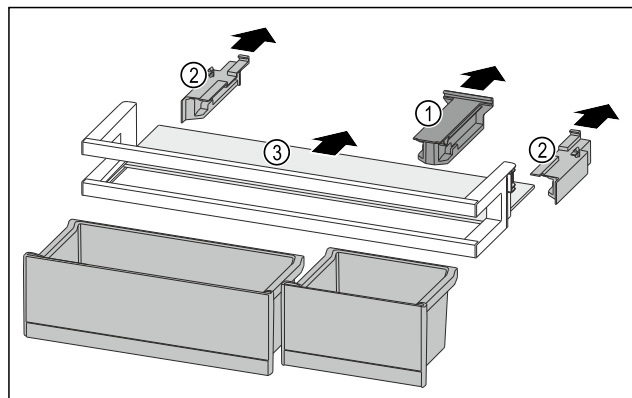

Fig. 172
- Estrarre l'elemento di tenuta Fig. 172 (1).
- Togliere gli elementi laterali Fig. 172 (2).
- Rimuovere il ripiano Fig. 172 (3).